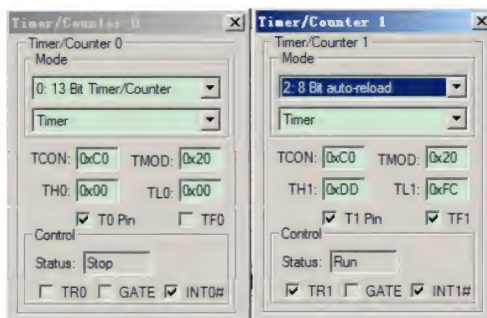

图 4.33 定时器/计数器状态观察窗口
- 定时器/计数器：定时器/计数器状态观察窗口如图 4.33 所示。定时器/计数器 0 和 1 的窗口完全一致。以定时器/计数器 0 为例，窗口中 Mode 栏用于选择工作方式，利用其下拉列表很容易选择定时器/计数器的工作方式。选定工作方式后相应的特殊工作寄存器 TCON 和 TMOD 的控制字也显示在窗口中。TH0 和 TL0 用于显示计数初值，T0 Pin 和 TF0 复选框用于显示 T0 引脚和定时器/计数器的溢出状态。Control 栏用于显示和控制定时器/计数器的工作状态。通过对这些状态位的置位和复位操作，很容易实现对定时器/计数器的仿真。